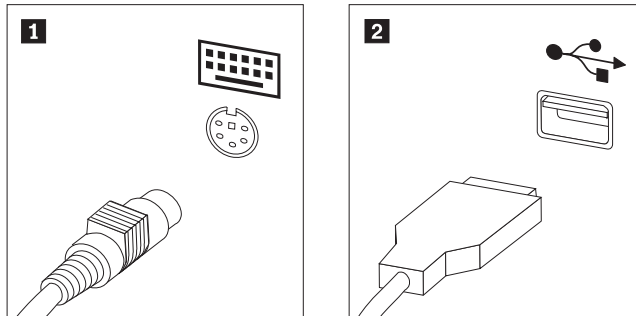

Figure 35. Ports clavier, standard et USB
3. Repérez le port clavier. Voir figure 35.